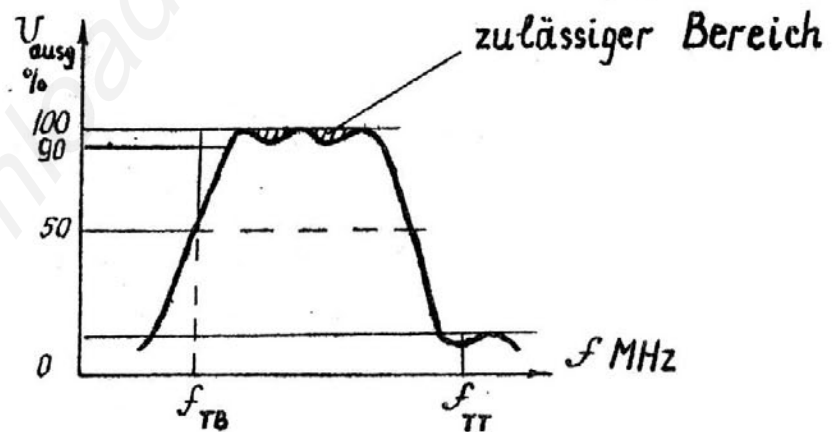

Abb. 16. Gesamtfrequenzdurchlaßkurve im VHF-Bereich
- d) Am Bildschirm des Wobbelgenerators die in Abb. 16 dargestellte Frequenzkurve erzielen.